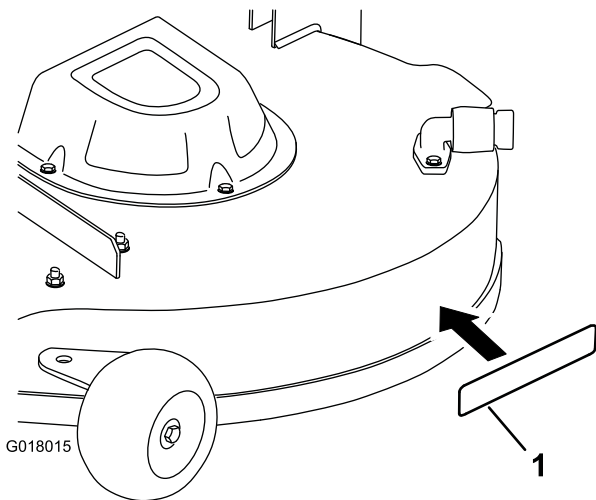

Figura 6
17. Instale la pegatina en la zona indicada en Figura 6.
C. Separe la pegatina del soporte y colóquela en su lugar (Figura 6).